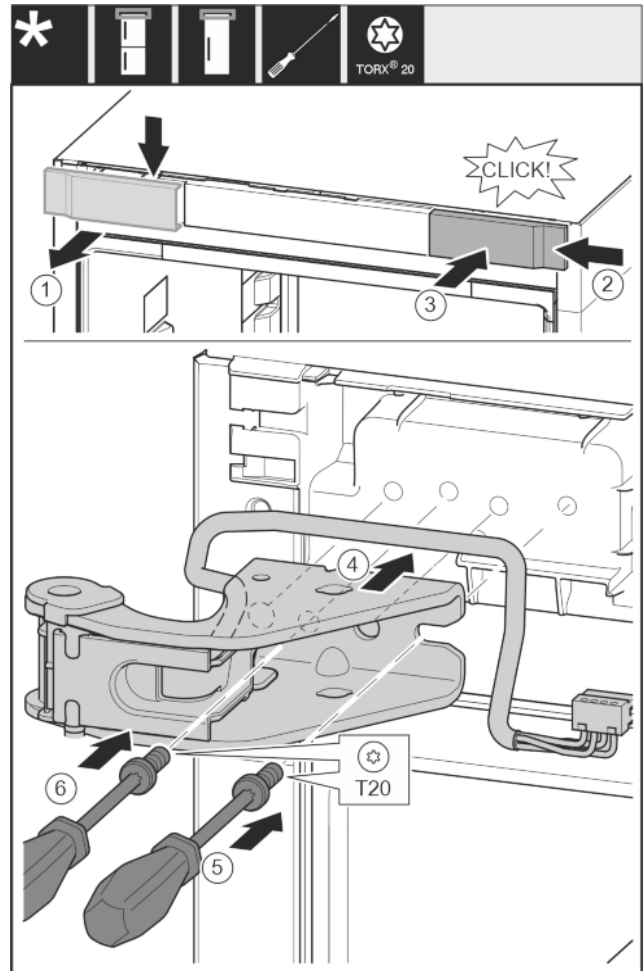

Fig. 25
- ▶ Detașați apărătoarea de sus spre înainte. Fig. 25 (1)
- ▶ Acroșați pe cealaltă parte din dreapta capacul rotit cu 180°. Fig. 25 (2)
- ▶ Fixați în poziție apărătoarea. Fig. 25 (3)
- ▶ Așezați suportul de lagăr superior. Fig. 25 (4)
- ▶ Așezați și înșurubați ferm șurubul cu șurubelnița T20. Fig. 25 (5)
- ▶ Introduceți și înșurubați ferm șurubul cu șurubelnița T20. Fig. 25 (6)